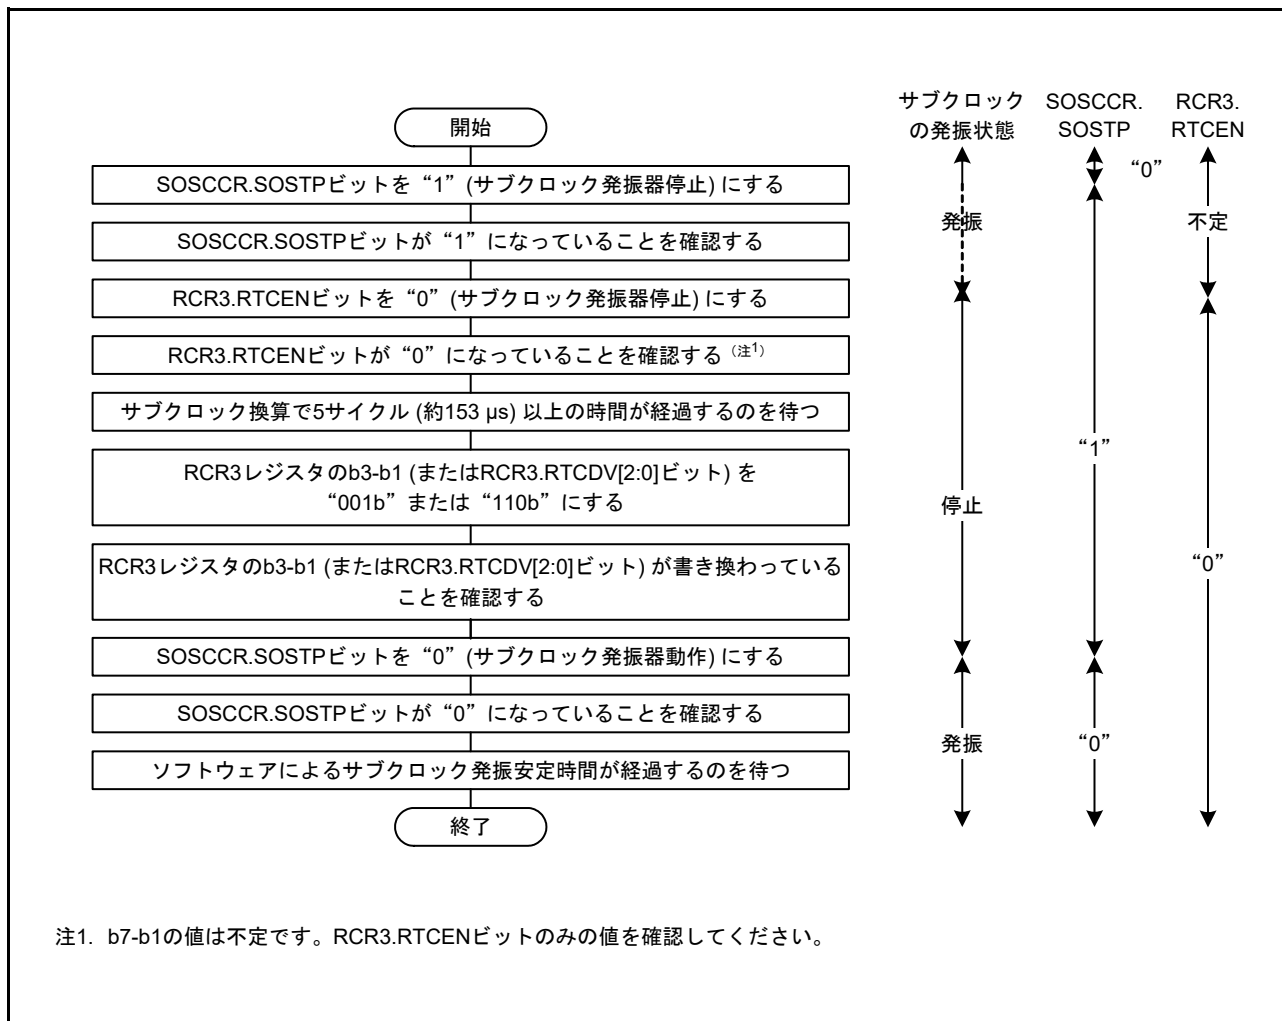

図 9.17 サブクロックをシステムクロックのみに使用する場合の初期化フローチャート例
- サブクロックをシステムクロックのみに使用する場合は、図 9.17 のフローチャートの例に従って初期設定してください。